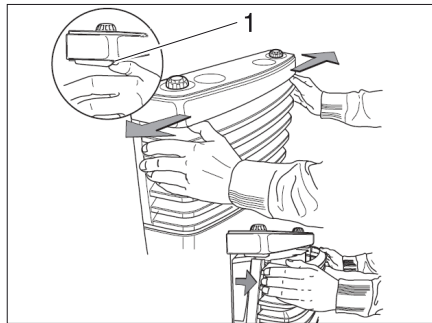

Fig. 104 Quitar el revestimiento de la calefacción
- Quitar el revestimiento de la calefacción. Presionar para esto los muelles de cierre (Fig. 104,1) lateralmente hacia fuera, girar el revestimiento hacia adelante y levantar los soportes inferiores.